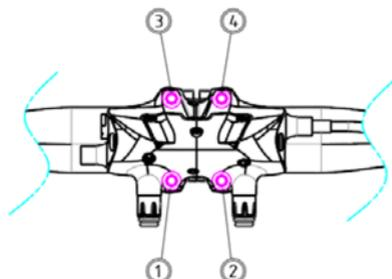
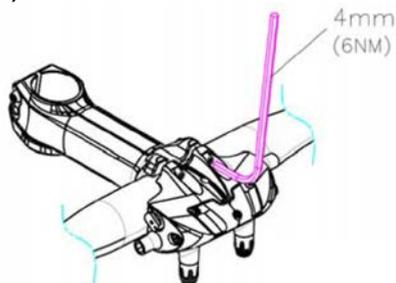

図 E-1 締め付けシーケンス
図 E-2 締め付けトルク 6 Nm
- ・ ステムボルトを (図 E-1) に示すシーケンスに従って締め付けます。締め付けトルクは、6 Nm です(図 E-2)